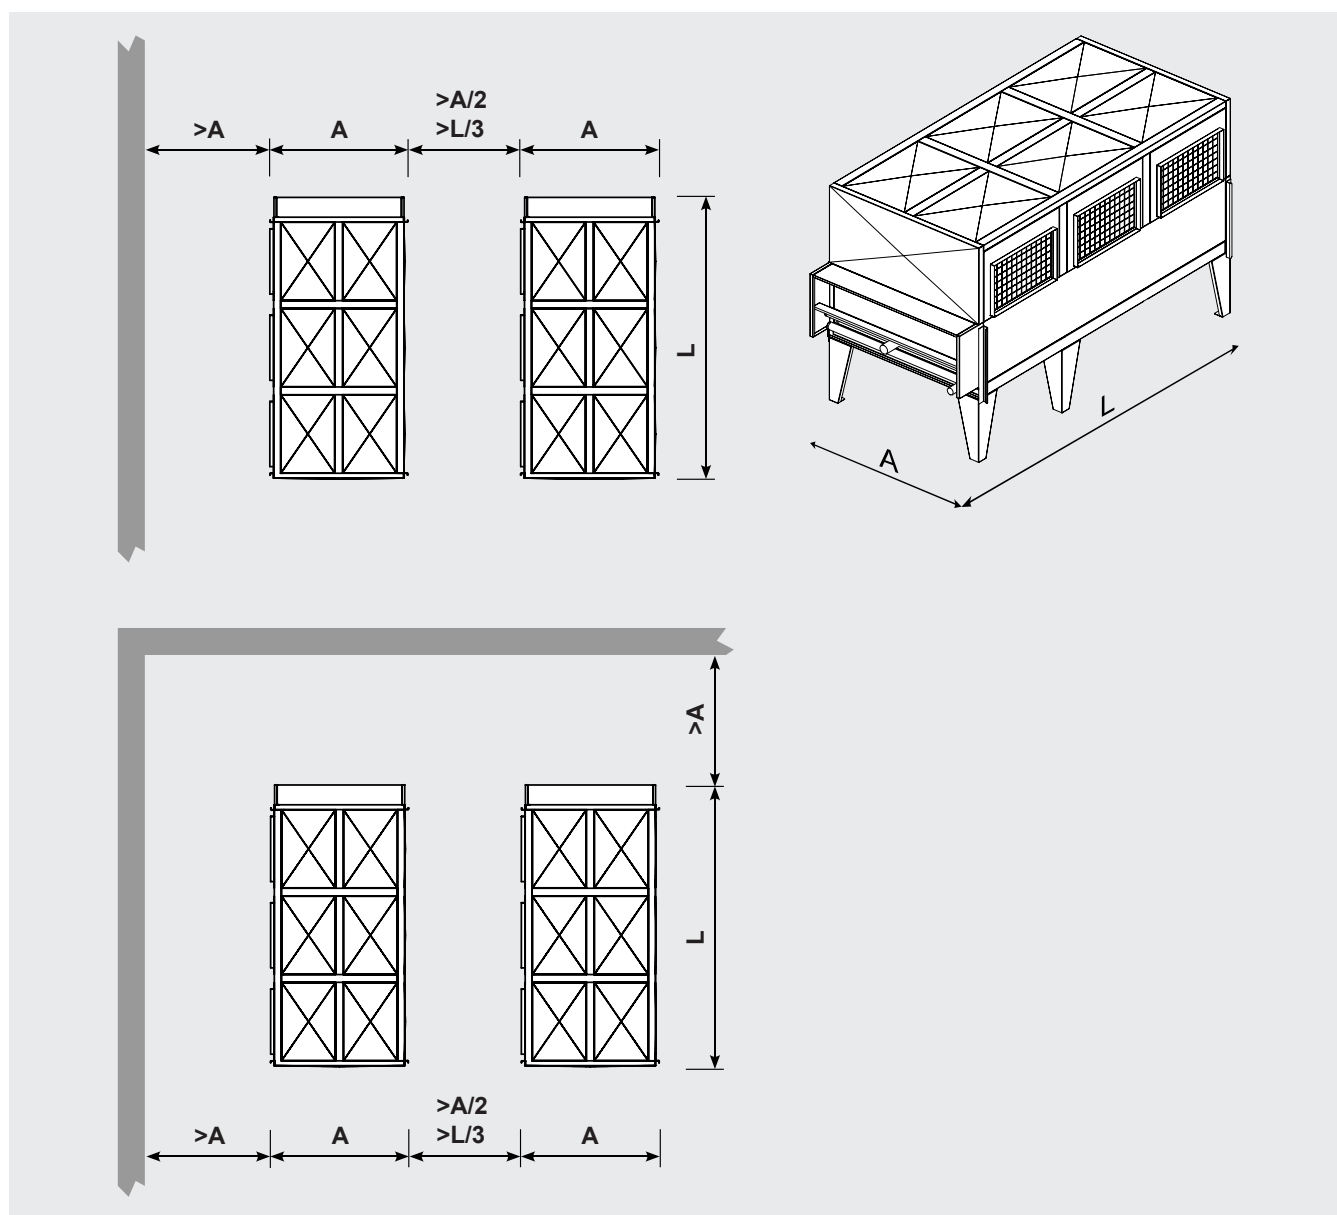

Figura 6
- 6.5 Prevea un espacio adecuado para la circulación del aire y el mantenimiento. Evite canalizar el flujo de aire directamente contra superficies con poder reflectante o que eleven de otro modo el nivel de ruido. La Figura 6 ilustra las distancias mínimas de separación. Para instalaciones distintas a las indicadas, póngase en contacto con Modine.